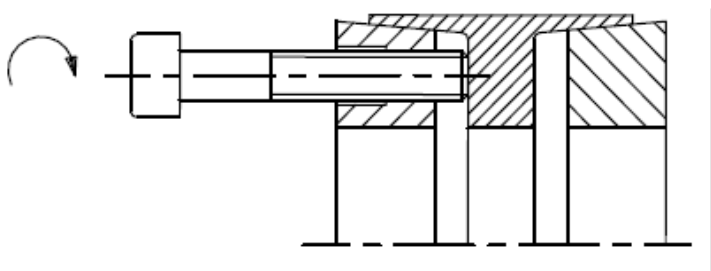

Figura 3: fixarea inelului de presiune anterior
- Șuruburile de prindere trebuie puțin slăbite. Pentru ușurarea lucrărilor de montare trebuie ca inelul de presiune anterior și posterior să fie fixat prin intermediul a două șuruburi de prindere peste fileturile de presiune corespunzătoare (vezi figura 3 și 4). Setul de prindere KTR 400 trebuie introdus între arbore și butuc.